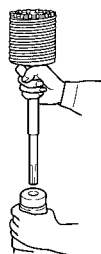
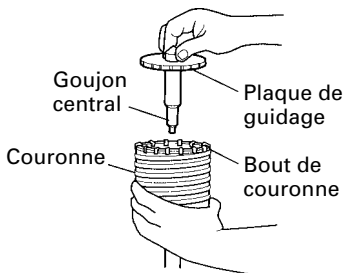

Fig. 16
Fig. 17
- (2) Monter la queue de couronne sur le marteau rotatif à percussion. (Fig. 16)
- (3) Introduire la gijon central dans la plaque de guidage jusqu'à ce qu'il arrête.
- (4) Engager la plaque de guidage dans la couronne et tourner la plaque de guidage à gauche ou à droite de manière à ce qu'elle ne puisse pas tomber, même si elle est orientée vers le bas. (Fig. 17)